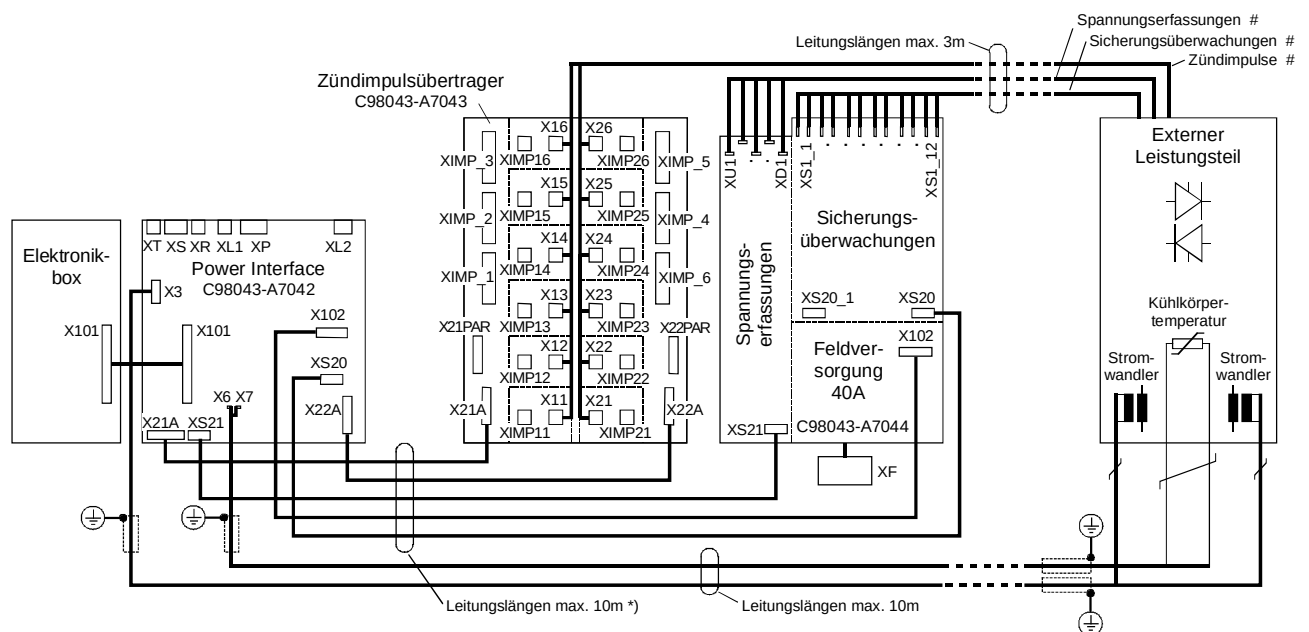

Bild 6.4.1
1. Wanne hinten und Wanne vorne übereinander oder getrennt montiert, Baugruppen C98043-A7043 und C98043-A7044 nicht geteilt (Bild 6.4.1)